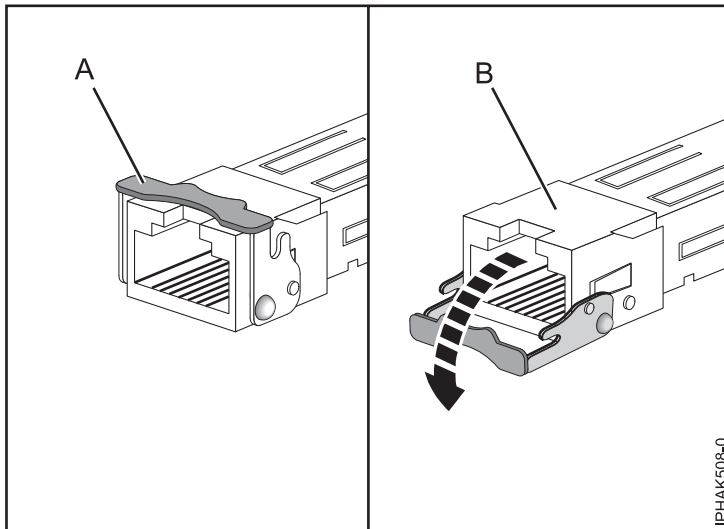

Figure 37. Retrait d'émetteurs-récepteurs SFP de cartes
- b. Ouvrez le loquet (**A**) en le faisant pivoter vers le bas et en l'écartant de la carte, comme illustré dans la figure 37, à la page 60.